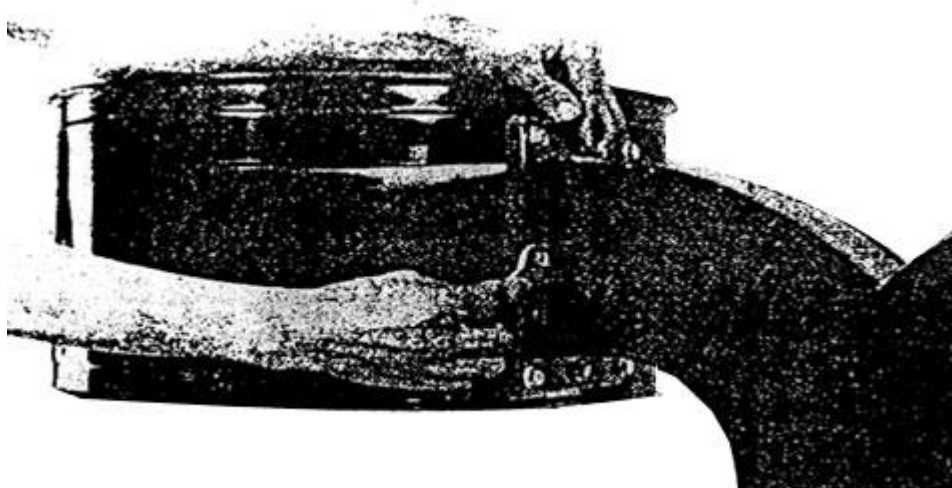

Рис. 9
- Установите две пылевых емкости и две остальные резиновые прокладки на выход соединительного тройника (рис.9).